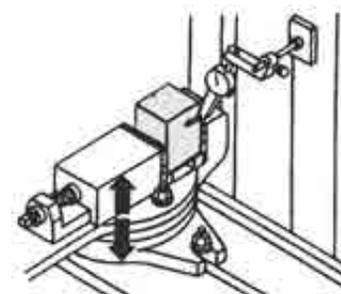

Fig. 13
- b) Verifique con el reloj comparador las caras paralelas. (Fig. 13).